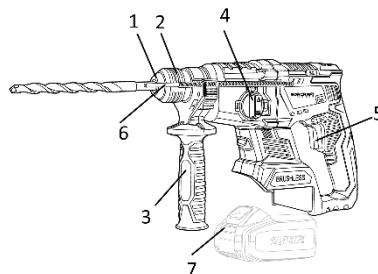

Рисунок 1
**4.1** Після під'єднання акумуляторної батареї (продажується окремо!), виберіть необхідний режим роботи виробу за допомогою перемикача (4) (див. рисунок 1).
- ударно-обертальний режим - перемикач (4) в положенні
- ударний режим - перемикач (4) в положенні
- обертальний режим - перемикач (4) в положенні
**4.2** Для ввімкнення виробу натисніть на курок вимикача (5) (рис.1). Для відключення виробу слід курок відпустити.